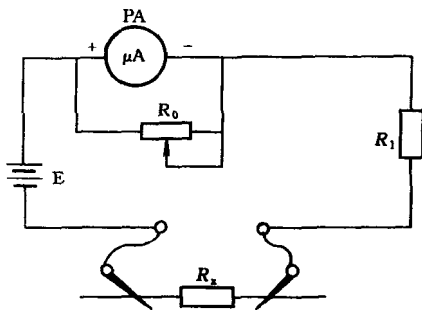
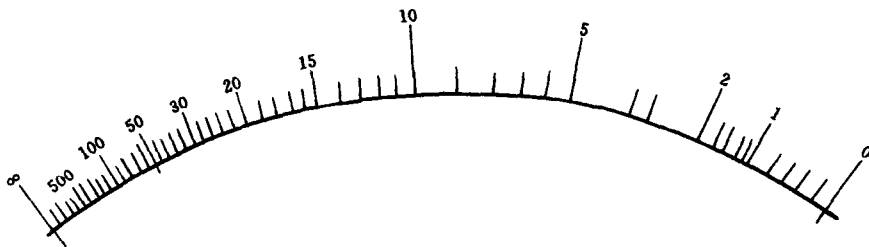

图 1-14 电阻阻值的测量原理图
图 1-15 测量电阻的刻度尺
4) 电阻的测量。测量外部电阻  $R_x$  阻值的原理如图 1-14 所示。图中  $E$  是万用表内的电池, 选档为  $R \times 1$ 、 $R \times 10$ 、 $R \times 100$  和  $R \times 1K$  时, 电压均为  $1.5V$ ; 选档为  $R \times 10K$  时, 电压为  $15$ 、 $9V$  或  $6V$  等。  $R_0$  为调零电阻, 用表盘上的一个调零旋钮调节, 其目的是使外接电阻  $R_x$  为零值 (两根表棒短路) 时, 使表针正好指向 “0” 位上。由于这时表头中流过的电流最大, “0” 位即是表明表头中流过满刻度电流, 所以测量欧姆值的刻度尺如图 1-15 所示, 由右向左刻度。